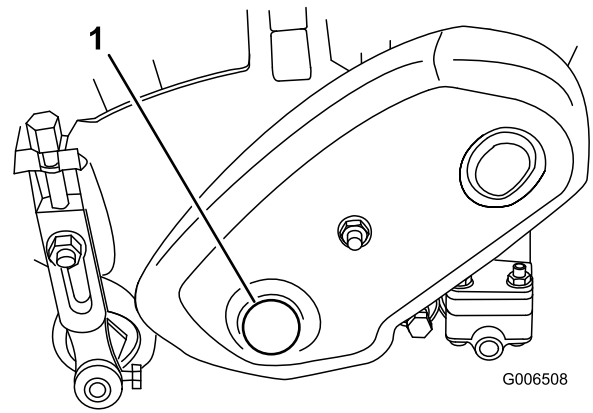

Bild 64
1. Nehmen Sie die Schraube von der Spindelantriebsabdeckung an der linken Seite der Spindel ab (Bild 64).